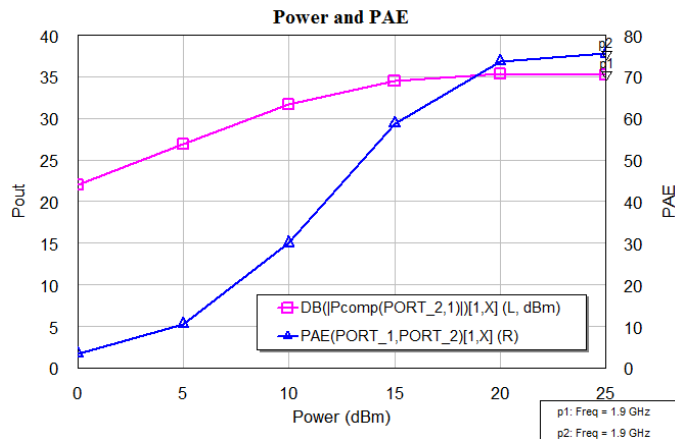

Рис. 5.8. Зависимости КПД и выходной мощности от входной мощности
5.4.3. Нажать кнопку «Analyze» и получить расчетные зависимости, которые приведены на рис. 5.8.